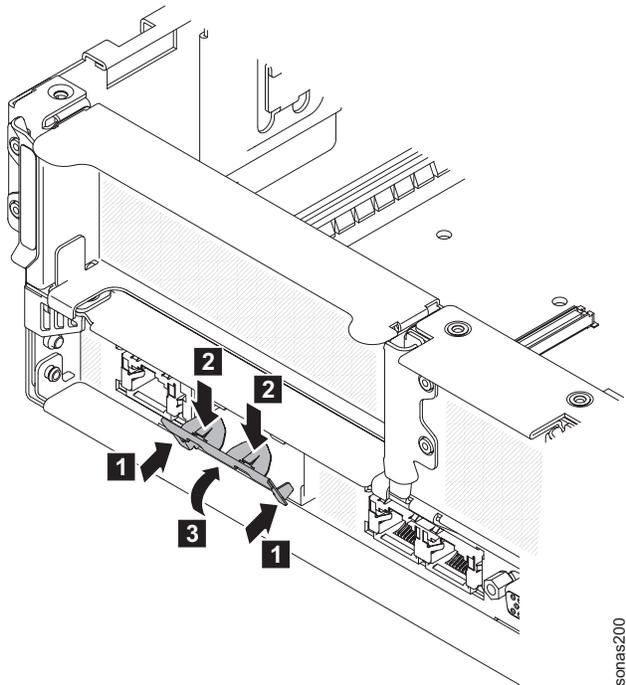

Figura 15. Local das Aberturas da Porta de Borracha no Chassi
7. Insira as guias inferiores no clipe metálico nas aberturas da porta do lado de fora do chassi. Consulte o Figura 15 na página 125.